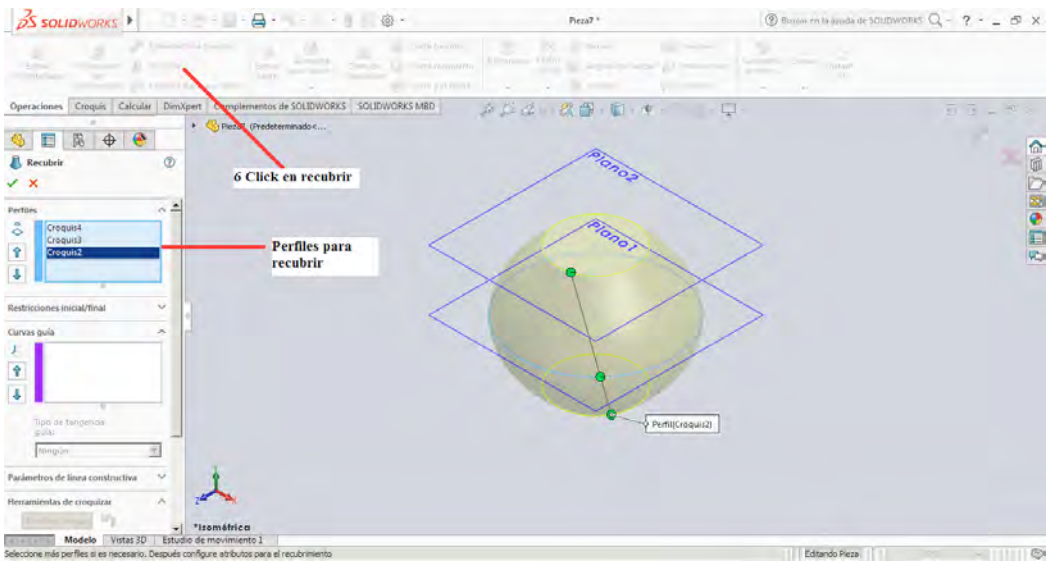

Figura 3-23
6. Con la estructura del croquis definida se procesa a seleccionar la pestaña operaciones y realizar Click sobre la herramienta **Recubrir**, con la cual se generara una superficie a partir de los elementos de circunferencia creados inicialmente en la figura 3-23 se muestra el procedimiento realizado definiendo los elementos para recubrir.